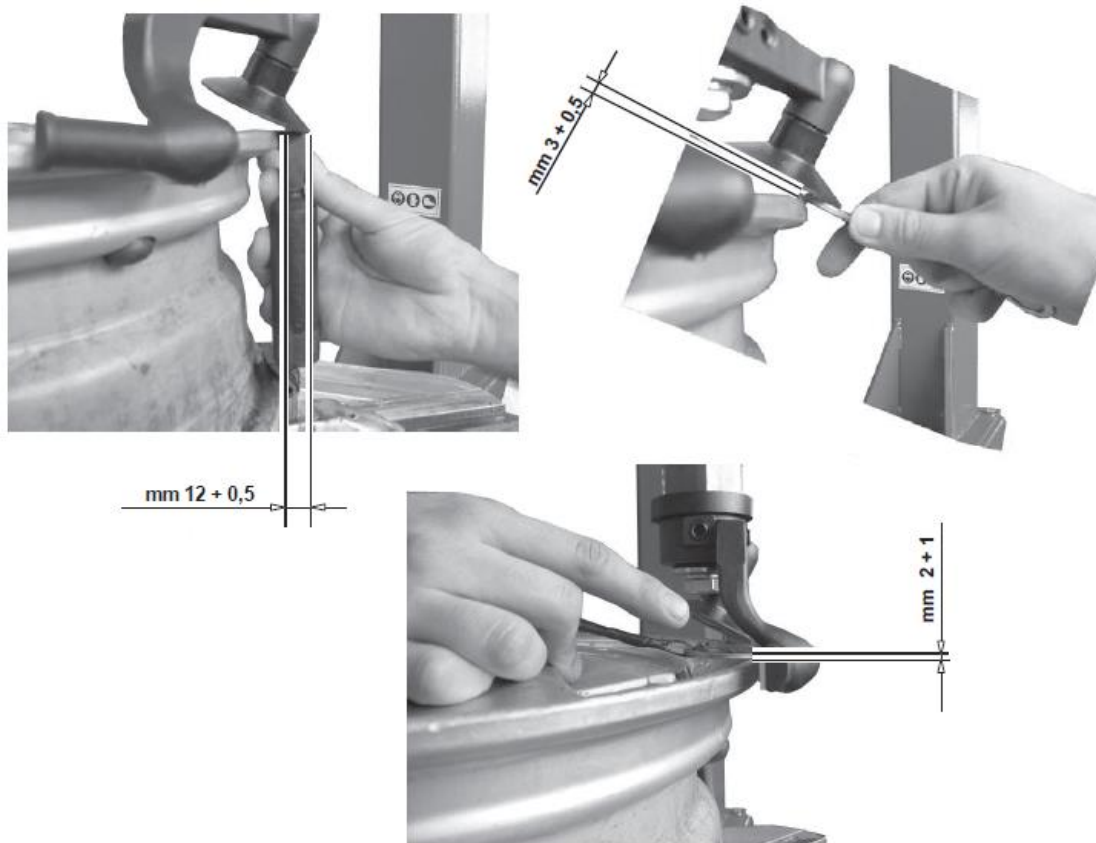

Рис. 30
Когда закончите с корректировкой позиции набора инструментов вдоль 3-х ортогональных осей. Затяните болт и нижний винт надежно заблокировав инструмент в положении. Применить правильные значения в зависимости от того это колеса мотоцикла (ref. 140300361 - рис. 30) или сплавные диски со спицами (ref. 140300450 - рис. 31).